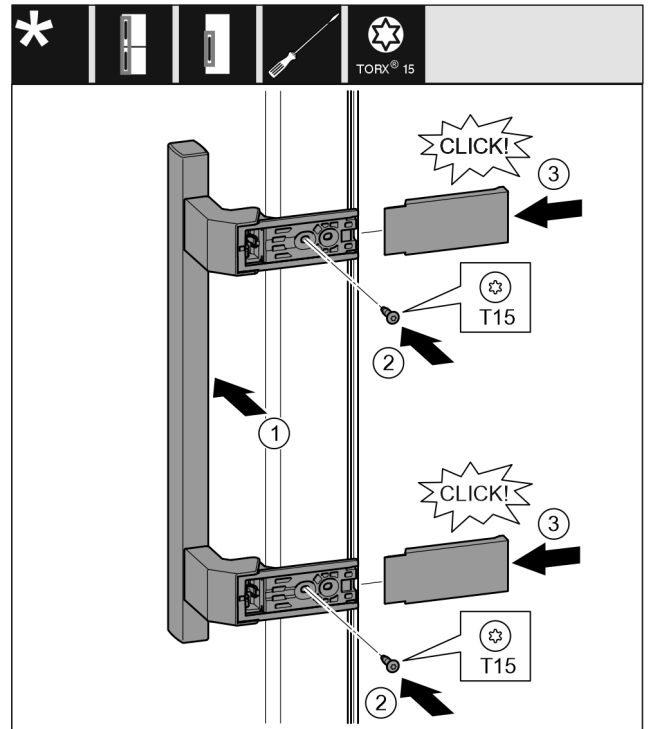

Fig. 18
- ▶ Poser la poignée sur le côté opposé. Fig. 18 (1)
- ▶ Serrer les vis avec un tournevis T15. Fig. 18 (2)
- ▶ Mettre en place les caches latéralement et les enclencher. Fig. 18 (3)